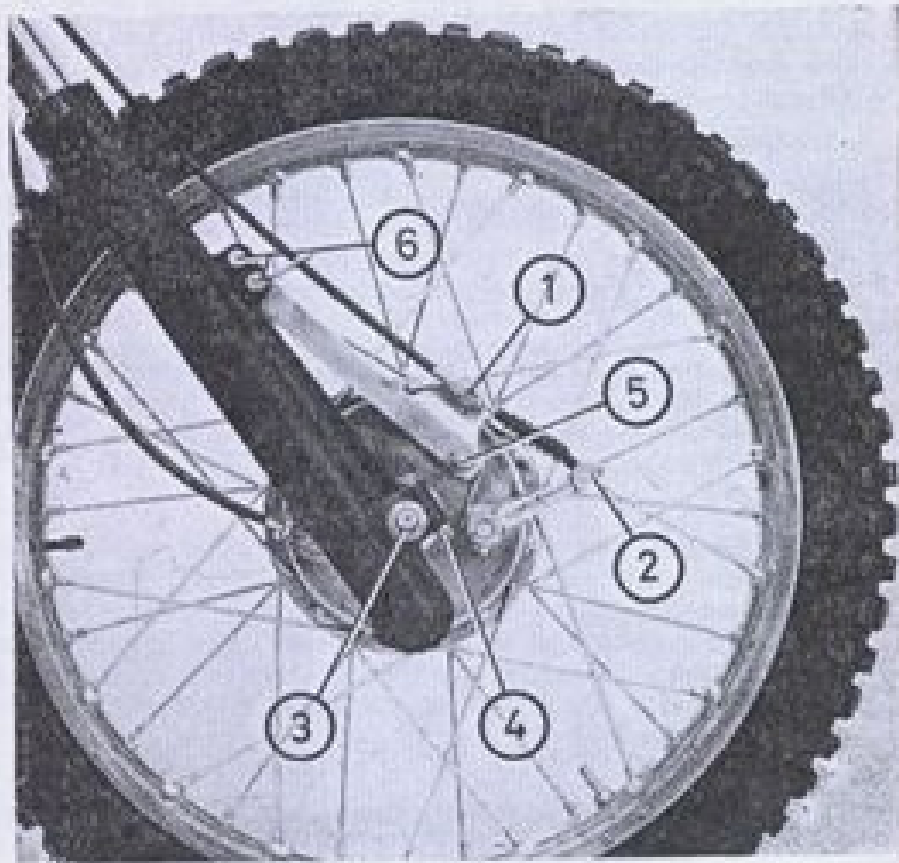

Fig. 20
2. **Desmontaje de la rueda delantera.** Para ello, soporta la motocicleta de modo que la rueda delantera gire libremente. Destensar el freno delantero por el tensor del mando de manillar (fig. 18) y desmontar la palanca 1 (fig. 20). Afloja el tirante de anclaje con llave de 10 mm por arriba y desenroscar totalmente por abajo con llave de 14 mm liberándola del plato portazapatas. Aflojar los 2 tornillos de cerraje con llave de 10 mm. Desenroscar la tuerca del eje con llave de 22 mm y valiéndose del pasador-varilla introducido en la cabeza del eje, extraerlo por el lado izquierdo. Sacar la rueda y separar el plato portazapatas.